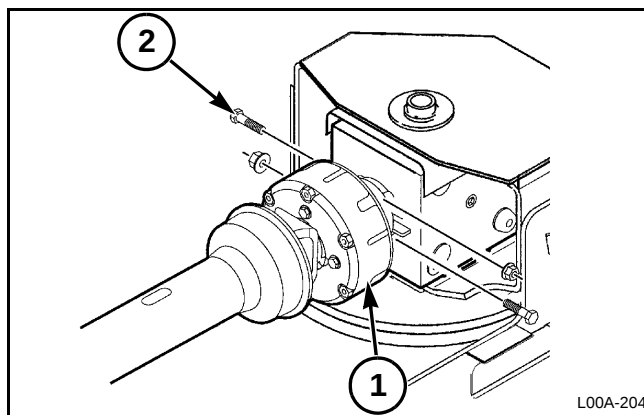

FIG. 170
FIG. 170: Limpie todo el lubricante del eje de entrada de la caja de engranajes de impulsión del cabezal. Deslice el conjunto de embrague (1) en el eje asegurándose de alinear los orificios de perno de la maza con las ranuras del eje de entrada de la caja de engranajes. Instale dos tornillos de brida hexagonal de 1/2-13 x 2-1/4 (2) y dos tuercas de traba superiores de 1/2-13 en la horquilla del embrague deslizante. Los pernos se deben instalar en sentidos opuestos. Apriete los pernos alternativamente y uniformemente uno a la vez de 27 a 41 Nm (20 a 30 lb-pie). Los pernos se deben apretar a 120 Nm (90 lb-pies).